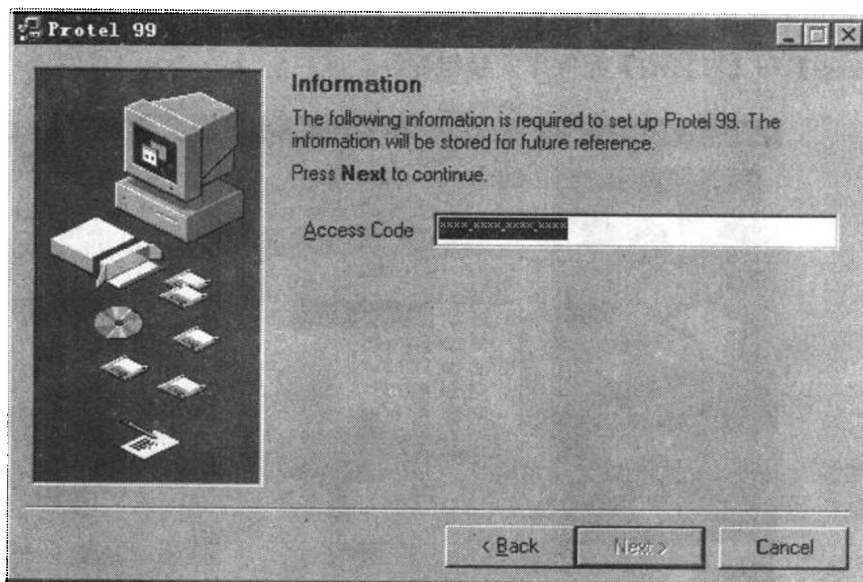

图 1.2 输入密码信息
(2) 单击  按钮, 系统弹出密码信息对话框, 如图 1.2 所示。